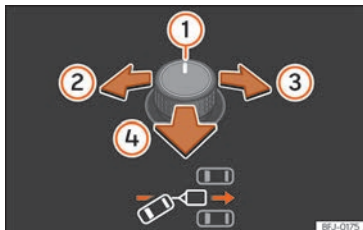
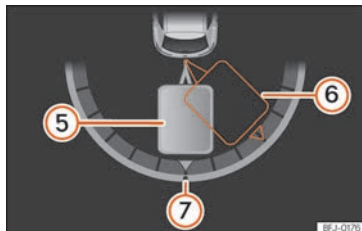

Abb. 212 Drehknopf für die Außenspiegel: Ausrichtung des Anhängers einstellen.
Abb. 213 Bildschirm des Kombi-Instruments: Rückwärtsfahren.
Legende zu **Abb. 212**, **Abb. 213**:
• Schalter kippen, bis die gewünschte Richtung erreicht ist **» Abb. 212**. Im Display des Kombi-Instruments erscheint zur Orientierung eine Darstellung des Gespanns in der aktuellen Position **» Abb. 213**.